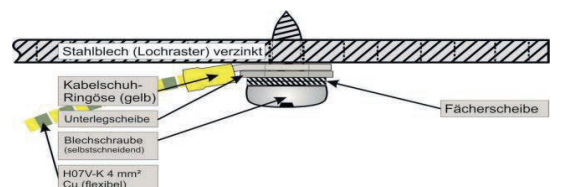

Abbildung 3
Das Erdungskabel (A) ist wie in Abbildung 3 anzuschließen. Dazu verwenden Sie das Befestigungsset (F). Stecken Sie erst die Fächerscheibe (M4) dann die Unterlegscheibe (M4) und danach die kleine Ringöse des Erdungskabels (A) auf die Blehschraube. Schrauben Sie diese dann in die Montageplatte (Lochrasterblech).